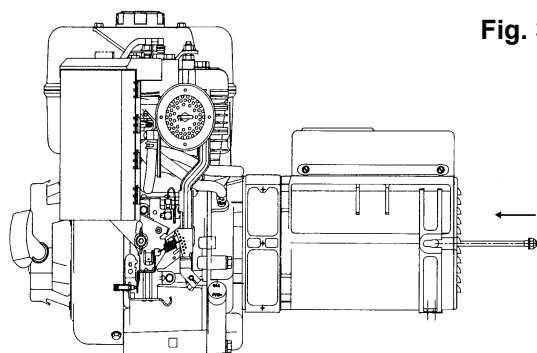

Fig. 3
-) inserire il tirante centrale nella sua sede (fig. 3).
-) Insert the central bolt into its housing (fig. 3).
-) Enfiler le tirant central dans son logement (fig. 3).
-) Die mittlere Zungstange in ihrem Sitz einstecken (Abb. 3).
-) Introducir el tirante central en su lugar (fig. 3).